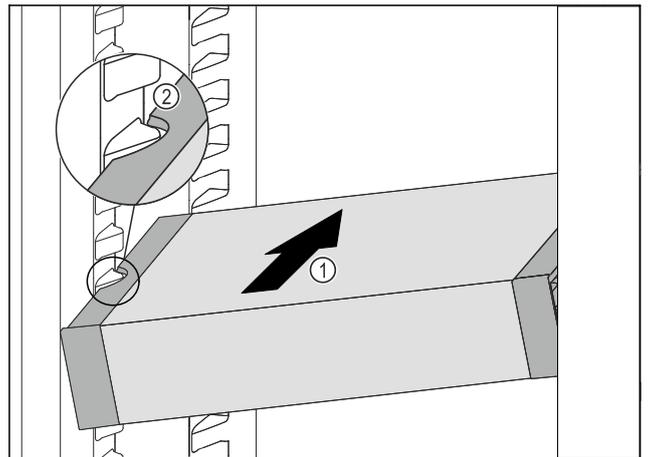

Fig. 100
- ▶ 将 VarioSafe 斜插入冷藏区中 Fig. 100 (1)，直至 VarioSafe 的侧部凹槽 Fig. 100 (2) 与冷藏区中的容器肋梁持平。